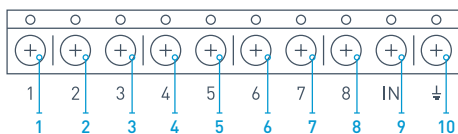

РИС. 17. Основные выходы и вход IN приемника
6.2. При помощи обычных проводов выходы приемника (РИС. 17, 18) соединяются с входами централи сигнализации. Таким образом выходы приемника становятся аналогом обычных проводных датчиков для входов централи. При сработке беспроводного датчика, он отправляет сигнал на приемник осVridge, который обрабатывает его и размыкает (по умолчанию, также выход может быть настроен на замыкание) соответствующий датчику проводной выход. Централь сигнализации воспринимает размыкание выхода как размыкание шлейфа датчика и выдает тревогу. Если указано, что зона централи должна иметь сопротивление между выходом приемника и зоной централи, следует последовательно включить резистор с номиналом, соответствующим инструкции к центральной. **При подключении проводов соблюдайте полярность!**
6.3. Выходы с номерами 1–8 (РИС. 17) соответствуют 8 условным основным охранным зонам.